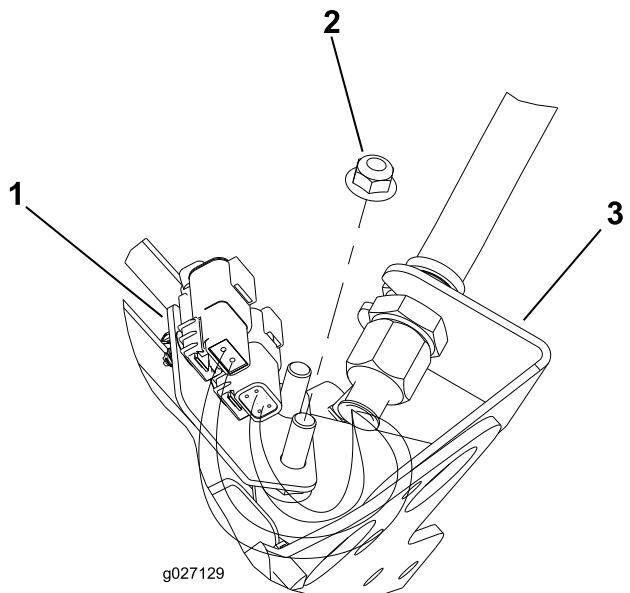
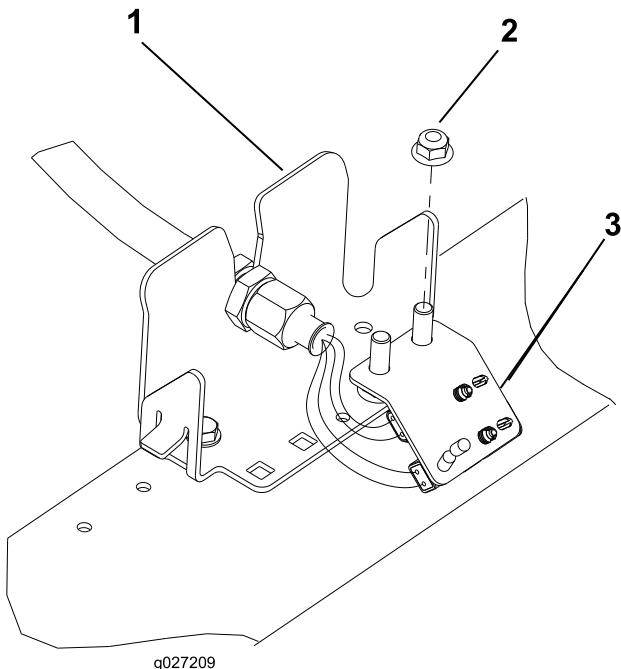

Figura 12
Figura 15
6. Repita o procedimento nos restantes (4) locais do anteparo como se mostra na Figura 12 a Figura 15.